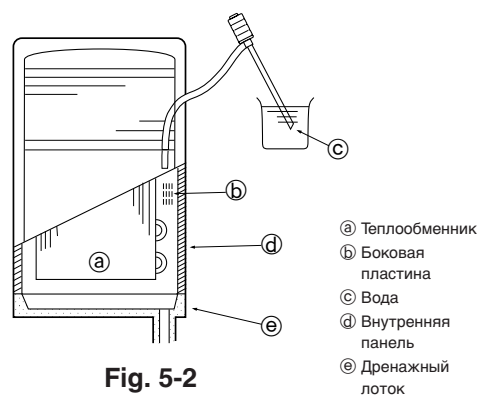

Fig. 5-2
5.2. Проверка дренажа (Fig. 5-2)